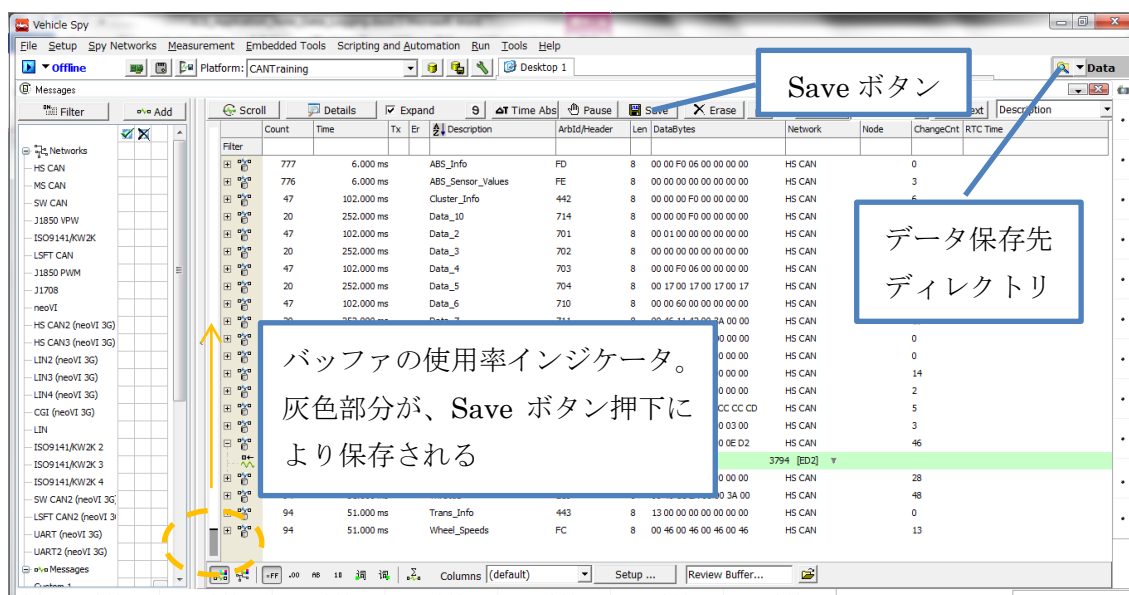

図 1 Messages 画面(Spy Networks -> Messages)
PC メモリ上のバッファに測定データが蓄積されてゆき、その進捗状況は Messages 画面左側のバーから確認可能です(図 1)。Save ボタン押下により、バーの灰色部分が保存されます。
- 5) 図 1 のデータ保存先ディレクトリボタンを押下、データが保存されている事を確認